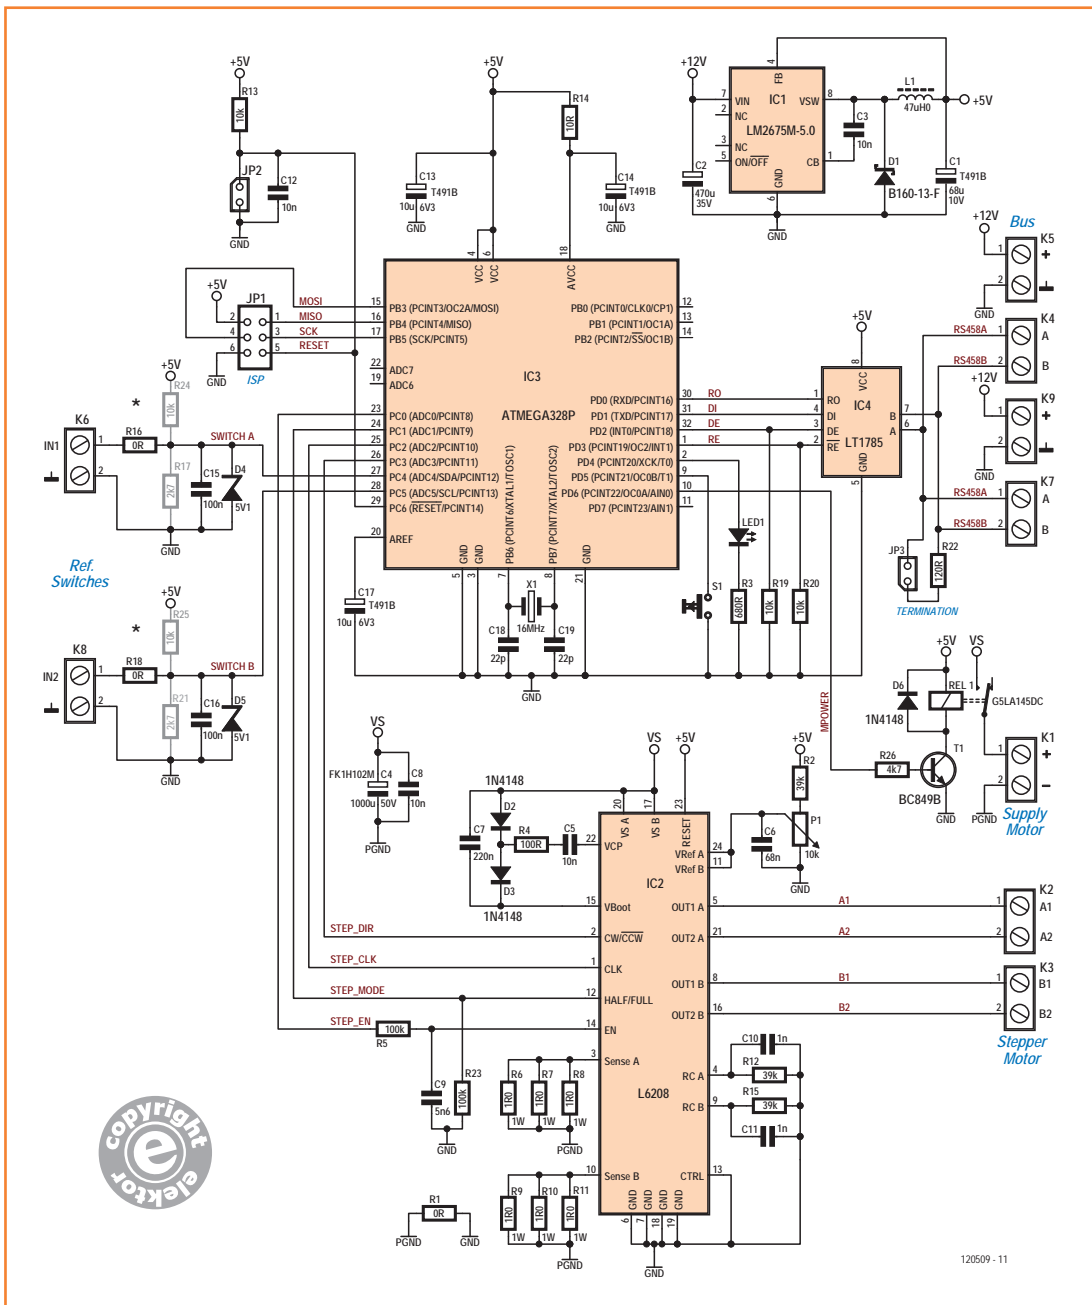

Bild 3.
besitzt eine Überstromüberwachung. Somit ist einerseits eine einfache Ansteuerung möglich, die sich auf die Erzeugung von vier digitalen Steuersignalen für Drehrichtung (CW/CCW), Schritt (CLK), Betriebsmodus (HALF/FULL) sowie eine Freigabe (EN) reduziert. Andererseits bleibt durch die hohe Integrationsdichte die Anzahl externer Bauteile auf ein Minimum beschränkt, wie man im Schaltplan in **Bild 3** erkennt. Die Widerstände (R6..R11) an den jeweiligen Sense-Eingängen dienen der Strommessung, der Spannungsabfall an ihnen ist die Messgröße für den internen Stromregler. Die Führungsgröße wird an den Vref-Eingängen über das Trimpmpotentiometer P1 vorgegeben. In der vorliegenden Dimensionierung ergibt sich ein Spulenstrom von 100 mA, wenn die Referenzspannung auf 33,3 mV eingestellt wird. Die RC-Netzwerke R12/C10 und R15/C11 definieren die Off-Zeit der Power-MOSFETs innerhalb der Brückenschaltungen [3]. Zur Erzeugung der Gatespannungen verwendet der L6208 eine Ladungspumpe, die durch D2, D3, R4, C5 und C7 vervollständigt wird. R5 und C9 sorgen für geordnete Spannungspegel am Enable-Eingang.